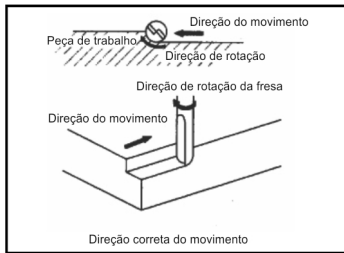

Fig. 2 – Fresando cantos e bordas
- c. Mova a tупia no sentido indicado na Fig. 2, mantendo a tупia nivelada e com avanço suave e constante para um melhor acabamento.